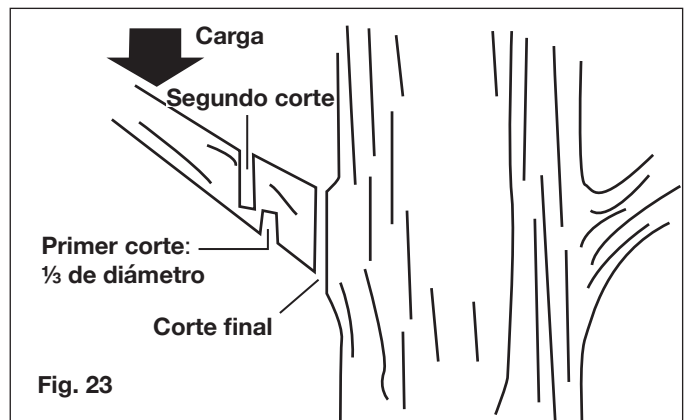

Fig. 23
- Corte la rama por debajo, a $\frac{1}{3}$ de su diámetro. Este será su primer corte. Su segundo corte deberá ser por encima para que la rama se desprenda (Fig. 23). Está listo para balancear el peso de la motosierra de altura cuando la rama caiga.